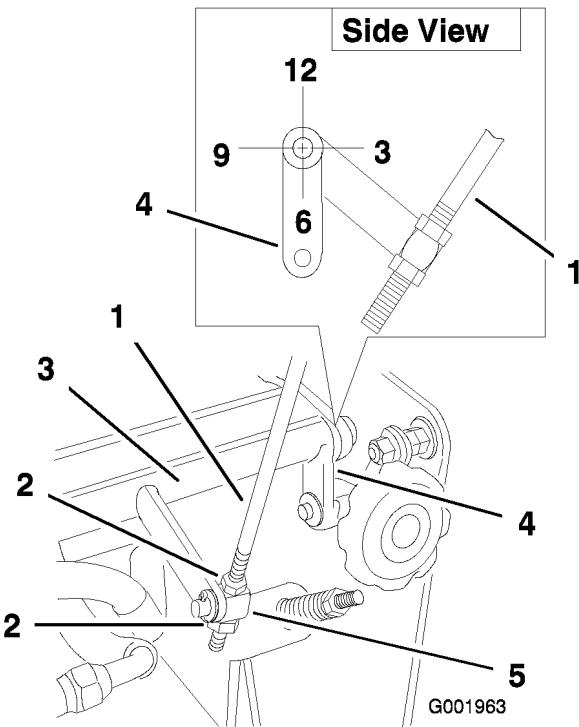

Figura 44
4. Compruebe la orientación de las barras laterales situadas en los extremos del la barra de control de velocidad. Estas barras deben estar orientadas hacia abajo en la posición de las 6 aproximadamente (Figura 44).
5. Si es necesario ajustarlas, afloje las tuercas en ambos lados del pivote de la varilla de control de velocidad (Figura 44).
6. Ajuste el pivote hasta que las barras estén en la posición de las 6 (Figura 44).
7. Apriete las tuercas en ambos lados del pivote (Figura 44).
10. Si es necesario, ajuste el pivote de la varilla de control de velocidad para centrar la palanca (Figura 44).